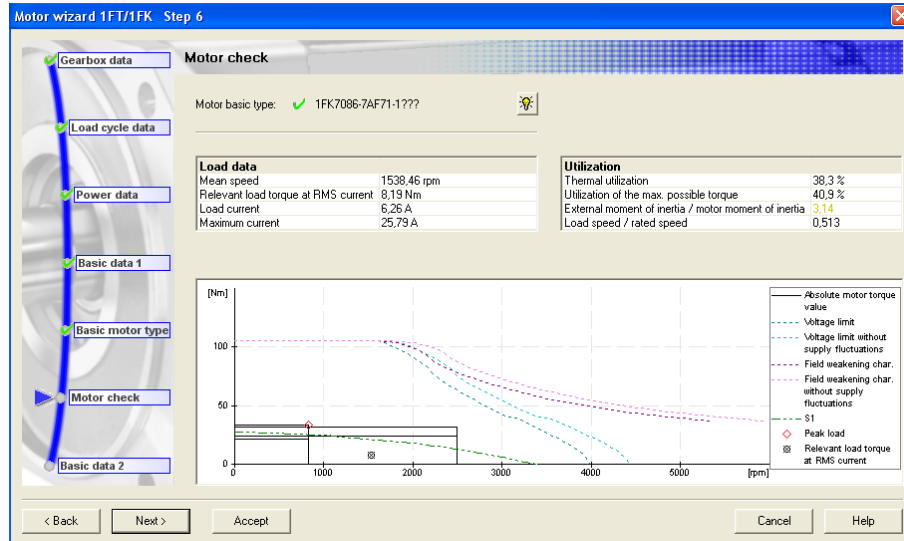

Figura 3.2.25 “Motor check”
Paso 6 *Motor check* (figura 3.2.25): en este paso la ventana muestra, como se puede observar en la parte superior de la figura 3.2.25, la correcta elección del motor,